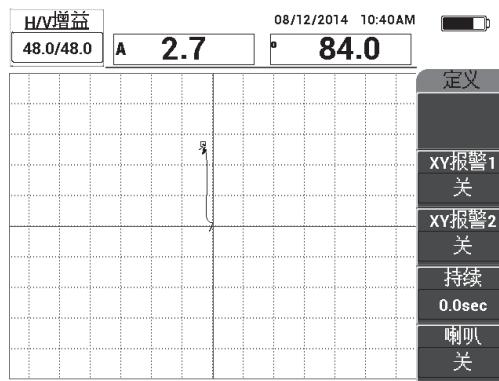

图 6-31 调整点的位置
4. 将探头提到空气中，观察点的移动情况；如果点从屏幕上消失，则按增益键 (dB)，然后使用旋钮调整点的位置，以使其保持在屏幕上 (参见第 135 页的图 6-31)。